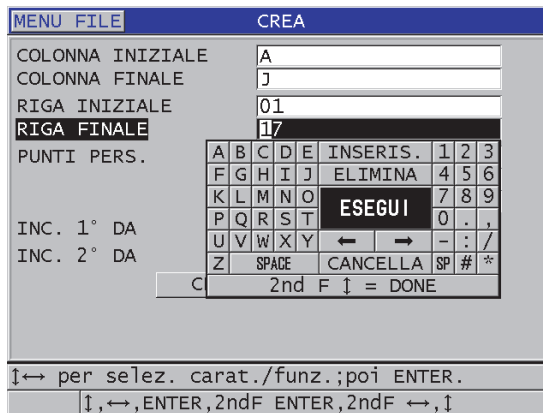

Figura 11-11 Configurazione della serie di ID di un tipo di file di dati matriciale 2D con punti personalizzati
3. Nella seconda pagina della schermata **CREA** (vedi Figura 11-11 a pagina 206):